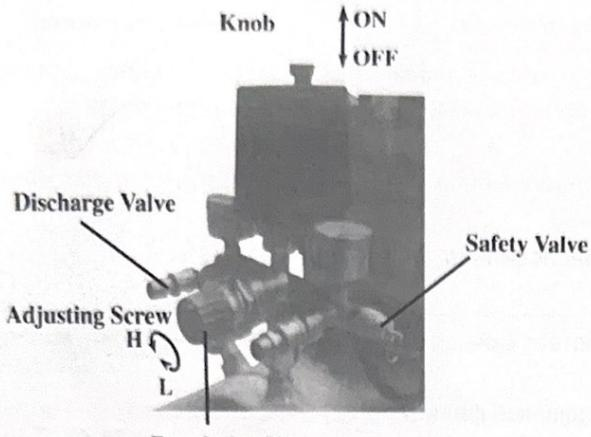

Fig.3
- 2) При нормальной работе компрессор управляет реле давления (прессостатом). Он может автоматически отключаться при повышении давления до максимального значения и перезапускаться при снижении давления до минимального значения. Номинальное давление было отрегулировано при производстве. Не стоит бездумно его менять. После отключения двигателя необходимо выпустить весь сжатый воздух через выпускной клапан под выключателем. Это необходимое условие для повторного включения, иначе двигатель будет поврежден. Номинальное давление можно отрегулировать, повернув регулировочный болт переключателя (рис. 3)
- 3) Давление сжатого на выходе воздуха можно регулировать с помощью регулирующего клапана (рис. 3) Потяните вверх ручку регулирующего клапана, затем поверните ее по часовой стрелке, чтобы увеличить давление.